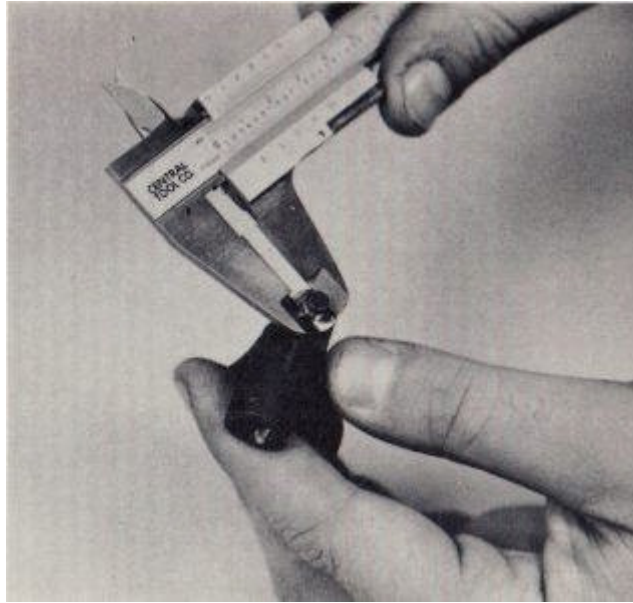

FIG. 43
11. Hay una clavija en la parte posterior de cada tenedor cambio que encaja en una de las tres ranuras mecanizadas en el cambio de tambor. Ahora debe medir el diámetro de cada clavija y se mide la parte crítica de su ranura correspondiente en el cambio de tambor. Esto le dirá cómo el movimiento de lado tanto las horquillas de cambio se tienen cuando se concentran en cada equipo en particular. Si este juego lateral es excesiva, podría ser la causa de una transmisión de saltar fuera del equipo, o falta de turnos. En primer lugar medir el diámetro de la clavija en el tenedor cambio de primero a tercero (Fig. 43).. Escribir